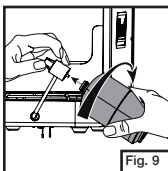

Fig. 9
- Retire la tapa de plástico de la parte superior de la bombona de propano y enrosque la bombona de propano en el regulador en el sentido de las agujas del reloj. (Fig. 9)